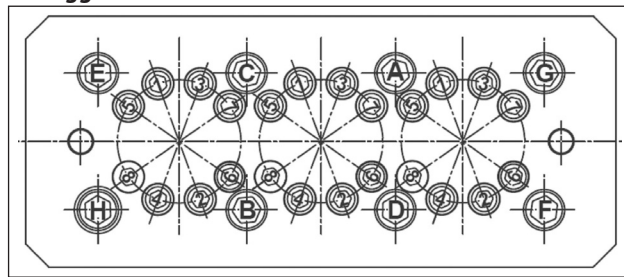

Fig. 51
- ** Le viti fissaggio testata devono essere serrate rispettando le fasi e l'ordine riportato nello schema di Fig. 51.
- *** Le viti fissaggio camicie devono essere serrate rispettando le fasi e l'ordine riportato nello schema di Fig. 51.